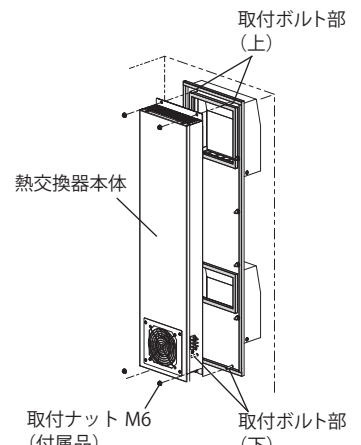

図 4
5. フードカバーの取付ボルト部 (上下) を利用して熱交換器本体を取り付けてください。付属の取付ナット M6 にて確実に固定してください。(図 4)